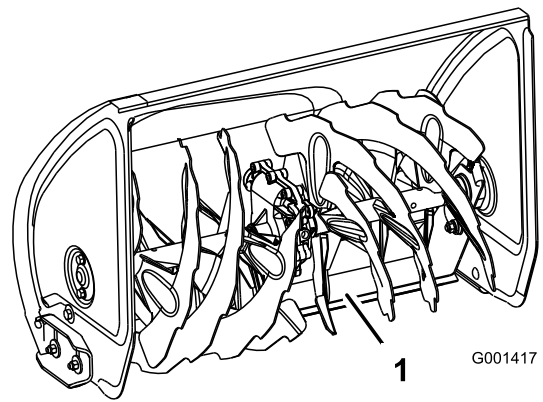

Bild 43
4. Drücken Sie die Griffe nach unten, damit die schwenkbare Schürfleiste ganz nach vorne gehen kann. Stellen Sie dann die Vorderseite der Schneefräse ab, sodass die Vorderkante der schwenkbaren Schürfleiste den Boden berührt (Bild 43).